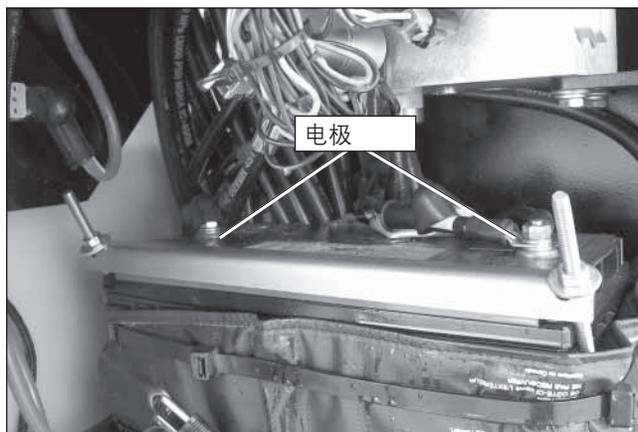

图 7.6 - 电瓶
电源由一个 12V 的电瓶供应。电瓶之上的盖罩位于机器的左侧(请参见图 7.6)。电瓶会供应 12V 直流电源, 以便操作高空作业平台的电气和液压零部件, 包括紧急动力系统。
1. 从电瓶上拆下盖子(请参见图 7.6)。
1. 检查电瓶的顶部、电极和电缆端部。它们应清洁, 且没有腐蚀(请参见图 7.6)。